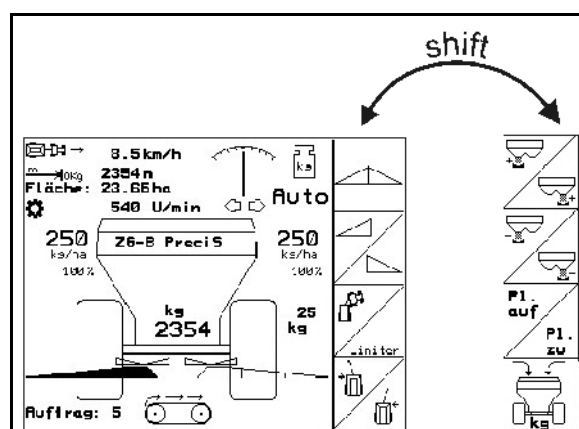

Fig. 11
- Hvis du trykker på Shift-tasten, fremkommer flere funktionsfelter (Fig. 11), og belysningen i funktionstasterne ændrer sig tilsvarende.